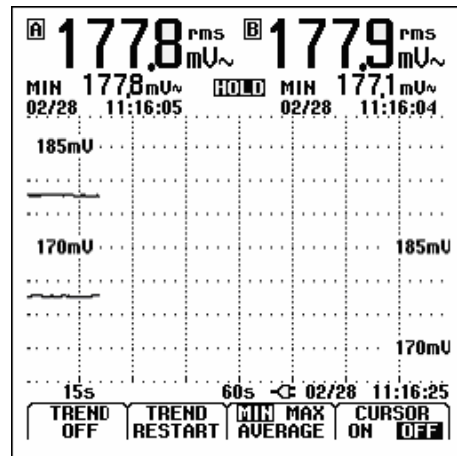

Рис. 5-1 Показания в режиме TrendPlot
- ①  Откройте меню рабочих режимов.
- ②  Выделите пункт TRENDPLOT
- ③  Запустите TrendPlot. Экран принимает вид, показанный на рис. 5-1.